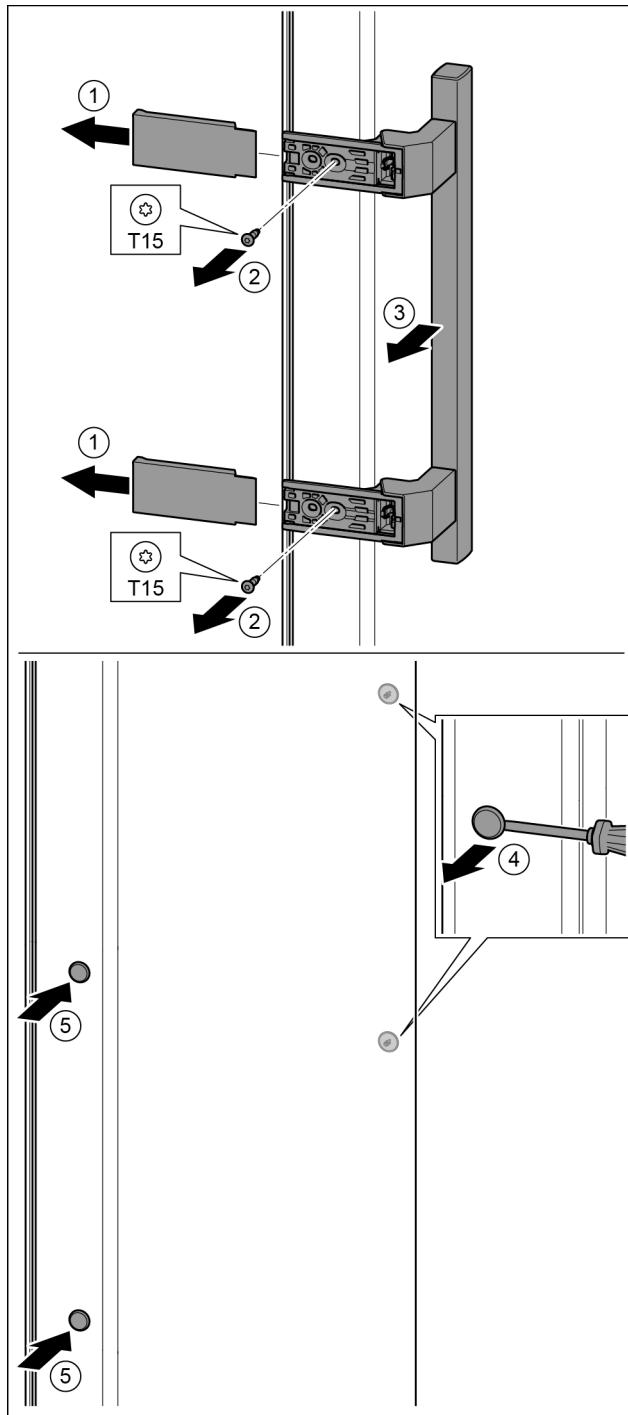

Fig. 33
- Retire la cubierta. *Fig. 33 (1)*
- Desenrosque los tornillos con el destornillador T15. *Fig. 33 (2)*
- Retire el tirador. *Fig. 33 (3)*
- Levante cuidadosamente el tapón lateral con un destornillador para tornillos de cabeza ranurada y extráigalo. *Fig. 33 (4)*
- Vuelva a colocar el tapón en el otro lado. *Fig. 33 (5)*